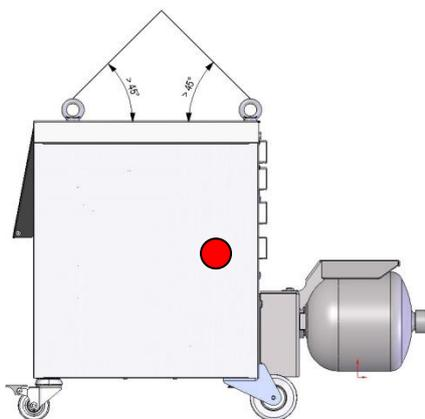

Fig. 6: Points d'accrochage
1. Positionner les sangles et câbles conformément Fig. 6 .
2. S'assurer que l'unité de commutation est suspendue de manière droite, respecter le centre de gravité excentré (→ ● Fig. 6).